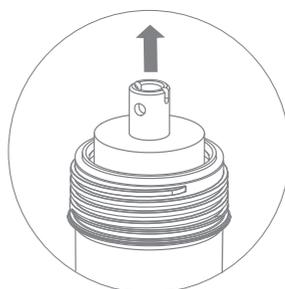

Рис. 29
4. Открутите крышку корпуса (рис. 4), извлеките отработанную мембрану (рис. 29).